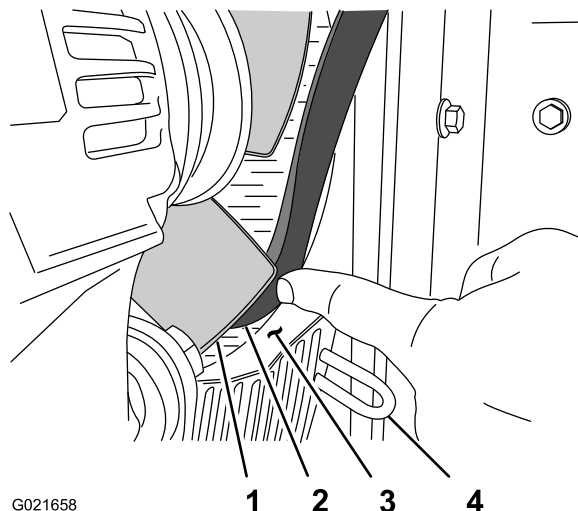

Рисунок 89
8. В положении «4 часа» кожух вентилятора выровняйте ремень через проем между концом лопасти вентилятора и отверстием в кожухе (Рисунок 89).
3. Выверните ремень в проеме между концом лопасти вентилятора и отверстием в кожухе (Рисунок 89).